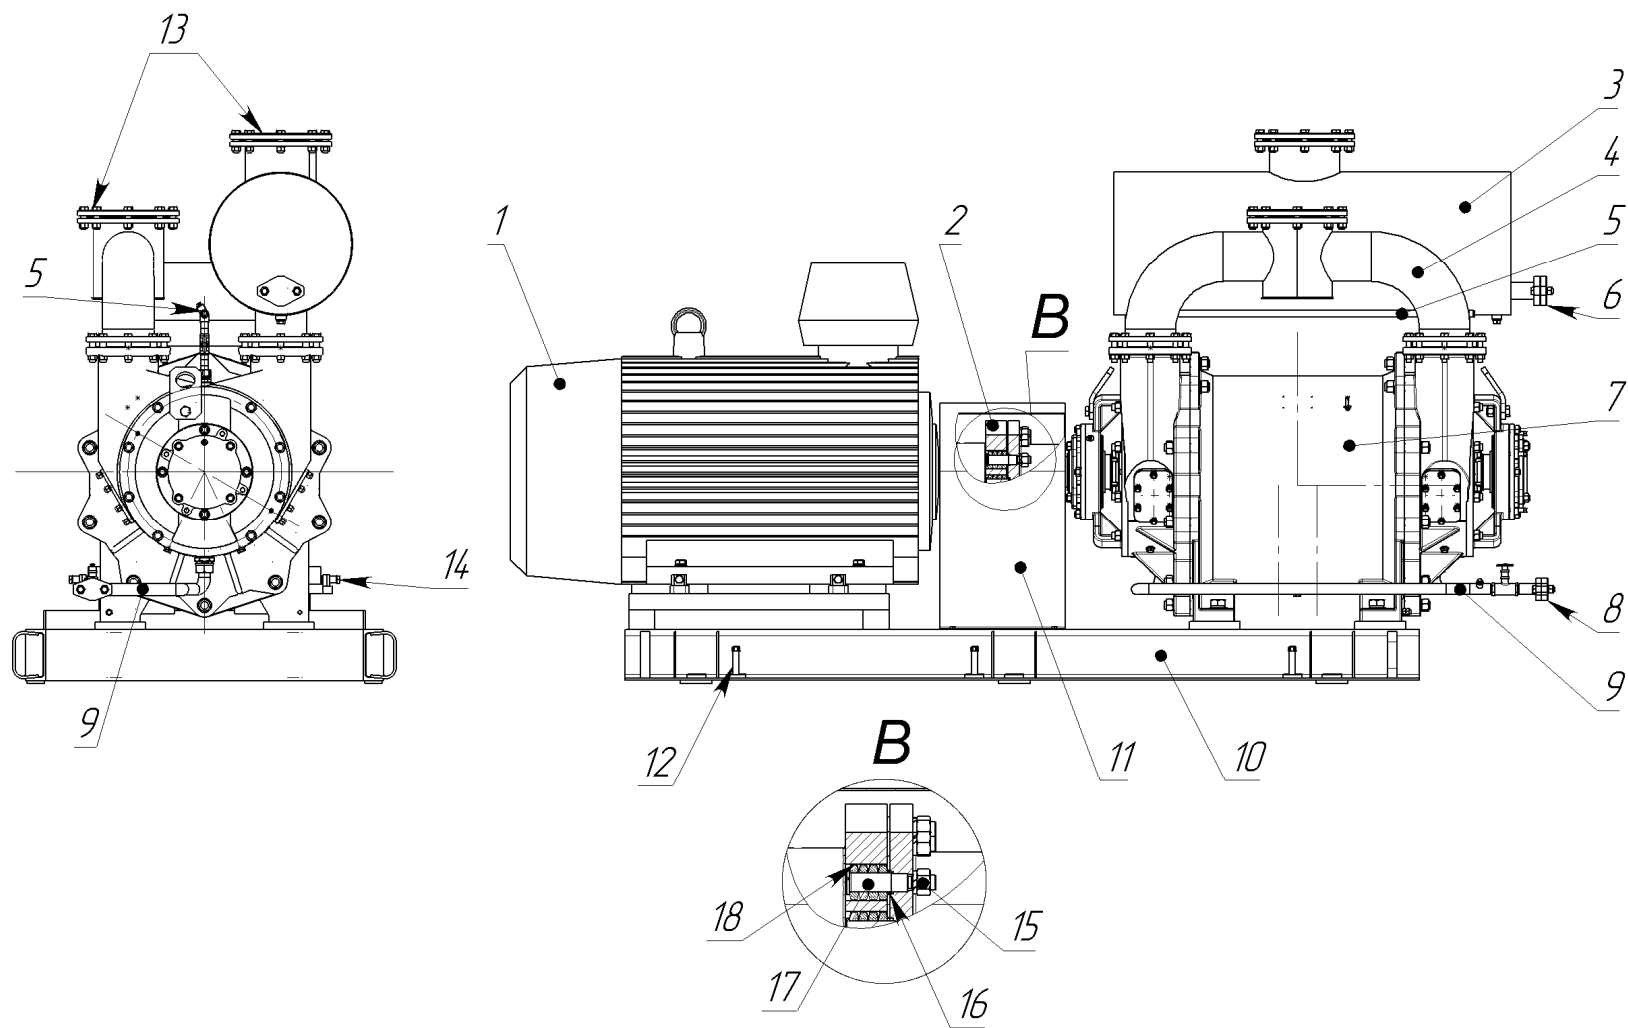

Рисунок 1 - Общий вид насосного агрегата
- если насос снимался с рамы установить насос 7 на раму 10 (Рисунок1).
- установить кольца упругой втулки 18(Рисунок1) и втулки распорные 16 на пальцы
| Водоотделитель  | 1               | 81        | Н49.1285.00.01.010  | 3 (рисунок1)        |